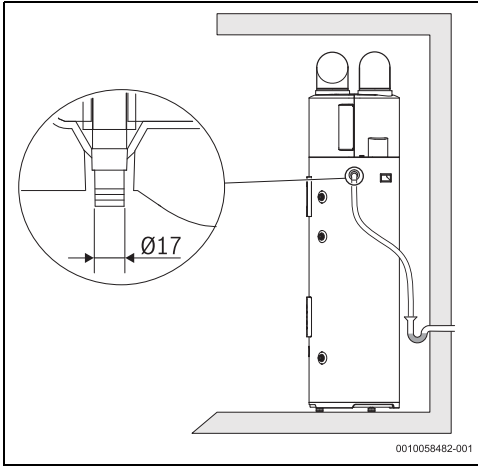

Fig. 16 Raccordement de l'écoulement des condensats
- ▶ Raccorder un tuyau d'évacuation flexible de Ø 20 mm (fig. 16).